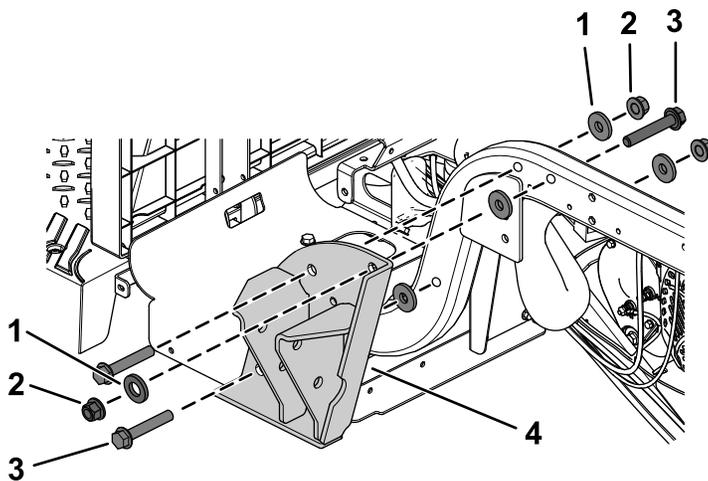

Figure 18
1. Fixez un support de ROPS à l'aide de 3 boulons à embase (1/2" x 3"), 5 rondelles plates (1/2") et 3 contre-écrous (1/2"), comme montré à la Figure 18.
Remarque: Veillez à bien monter les 2 rondelles plates (1/2") à l'extérieur, comme montré à la Figure 18.